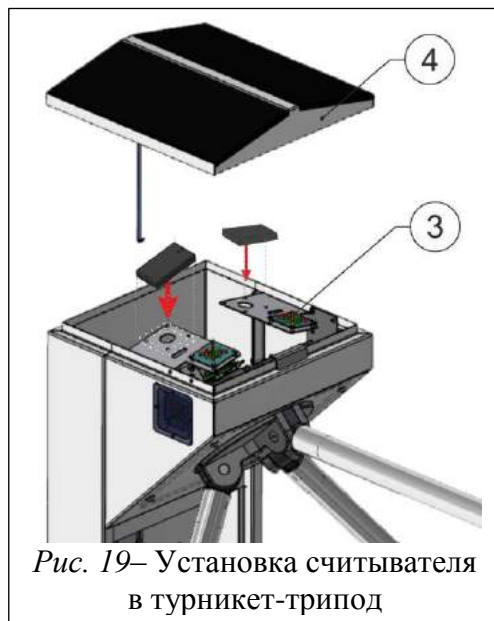

Рис. 19– Установка считывателя в турникет-трипод
- В турникетах «CENTURION-M», «TWIX-M», «SKULL-M» и «BASTION-M» считыватели устанавливаются на специальный, регулируемый по высоте кронштейн, который расположен под крышкой **4** рядом с световым табло индикации **3** (Рис.19).